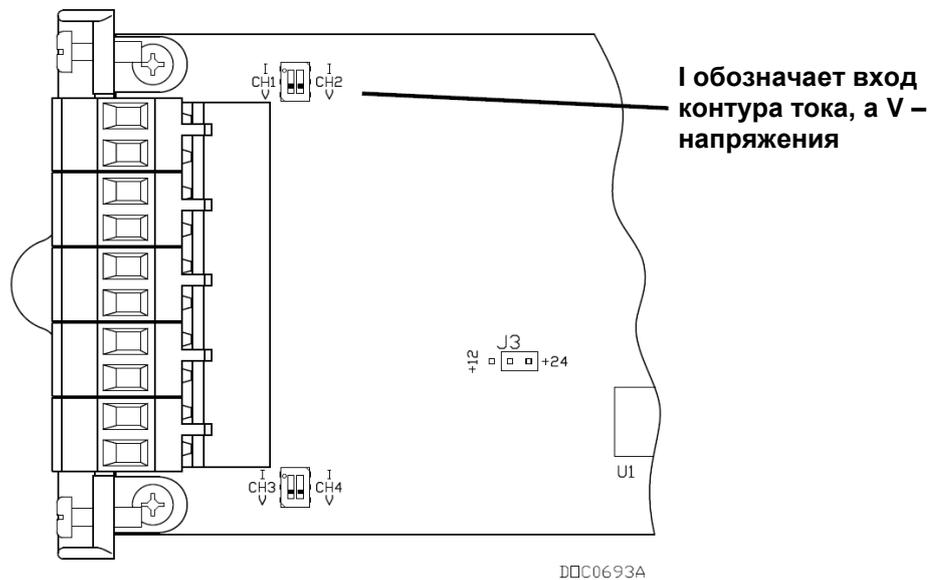

Рис. 4-6. Микропереключатели AI-16
**Примечание:** Модуль AI-16 обеспечивает разрешение 16 бит и содержит 24-разрядный АЦП. С помощью микропереключателей на модуле AI-16 (см. рис. 4-6) можно выбрать вход контура тока или напряжения.